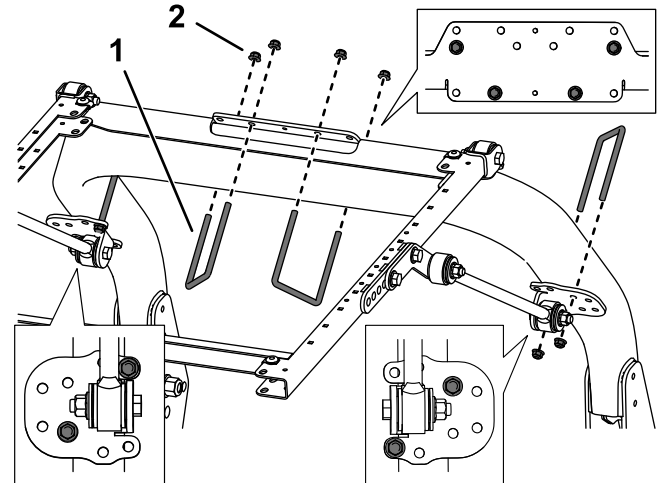

Figure 39
- Utilisez les trous indiqués à la Figure 39 pour fixer légèrement chacun des supports de renfort aux montants de l'arceau de sécurité à l'aide d'un étrier fileté ($3\frac{1}{2}'' \times 5''$) et de 2 écrous à embase.